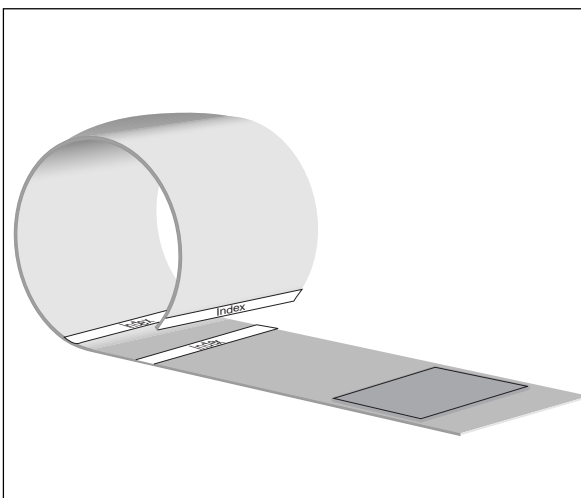

Fig. 4-2 Aplicação da braçadeira
- a linha branca tracejada na extremidade da braçadeira fica entre as duas linhas tracejadas **Index** ao fechar a braçadeira (caso contrário, escolha um tamanho diferente para a braçadeira, Fig. 4-2)